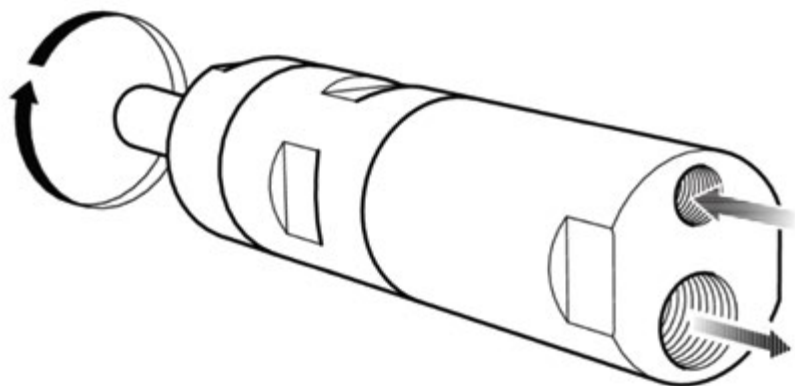

Abb. 1: Drehrichtung des Druckluftmotors
- Setzen Sie ein neues Schleifmittel auf die Spindel; beachten Sie eine eventuell vom Hersteller des Schleifmittels vorgegebene Drehrichtung des Schleifmittels (Abb. 1).